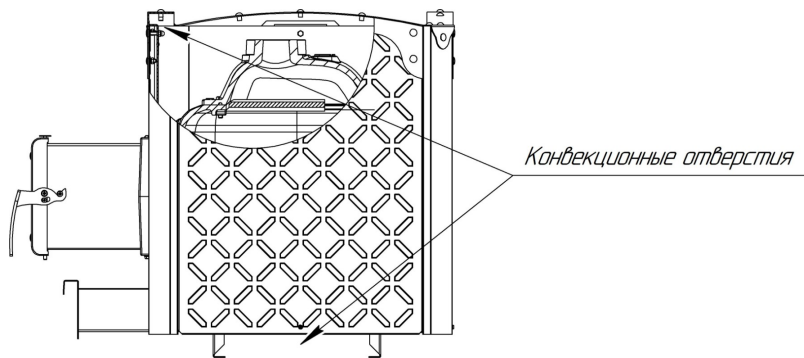

Рисунок 3 — Расположение конвекционных отверстий печи «БЫЛИНА (1.1)»
**ВНИМАНИЕ!** Запрещается перекрывать конвекционные отверстия в нижней (со стороны дна топки) и верхней (со стороны каменки) части печи «БЫЛИНА (1.1)» или затруднять конвекцию любым другим способом (рисунок 3).